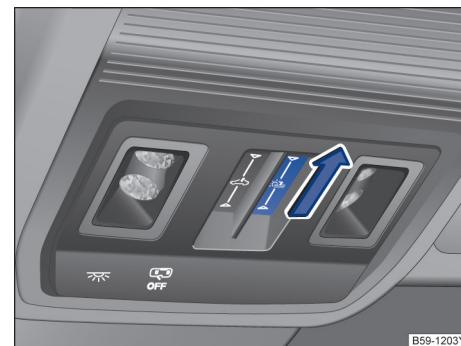

图 73 在顶棚中：打开遮阳卷帘
- 自动运行：通过向后滑动功能按键 → 图 73。通过点击功能按键中断自动运行。